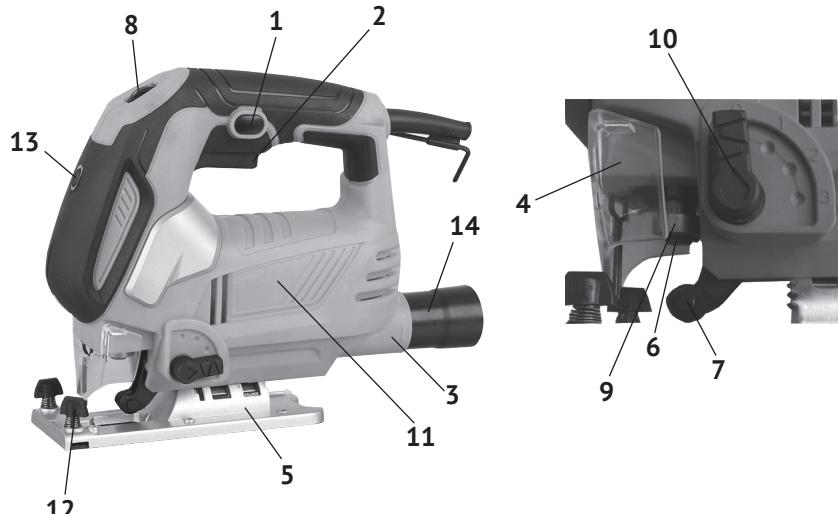

рис.1
1.6 Общий вид лобзика представлен на рис.1
1.7 Коллекторный двигатель и приводной механизм лобзика расположены в пластиковом корпусе (рис.1 поз.11). Корпус, состоящий из двух половин (правой и левой), выполнен заодно с рукояткой, расположенной сверху. Крутящий момент с якоря электродвигателя, посредством встроенного эксцентрикового механизма преобразуется в возвратно-поступательное движение верхней направляющей штока. На нижней направляющей штока расположен пилодержатель (рис.1 поз.6), в который крепится пилка. Лобзик имеет Т – образное кре-
Переключатель маятникового хода (рис.1 поз.10) имеет 4-е фиксированных положения: «0» - вертикальное пиление, «1», «2», «3» - всё более увеличивающееся отклонение от вертикали. Маятниковый ход в режимах «1», «2», «3» применяется для улучшения эффективности резания мягких (древесина, пластмасса и т.п.) материалов.
В нижней части опорной плиты (рис.1 поз.5) находятся два винта (головка - внутренний шестигранник). Ослабляя эти винты, устанавливаем боковой наклон корпуса лобзика относительно подошвы (до 45° вправо или влево).
1.8 Клавиша выключателя (рис.1 поз.2) расположена в нижней части рукоятки. Включение лобзика осуществляется нажатием на клавишу выключателя указательным пальцем. Фиксация клавиши в рабочем положении, осуществляется кнопкой (рис.1 поз.1), расположенной слева на рукоятке. При повторном нажатии на клавишу, кнопка фиксации и клавиша (со щелчком) возвращается в исходное положение - выключено.
Диск регулятора скорости (рис.1 поз.8) расположен сверху, в передней части рукоятки. С его помощью устанавливается необходимая скорость хода пильного полотна.
1.9 В комплект поставки входит параллельный упор с метрической разметкой. Упор крепится в пазах регулируемой подошвы двумя винтами (рис.1 поз.12) перед пилкой. Выставив упор (справа или слева от лобзика), на отмеченном по шкале расстоянии, можно проводить рез, параллельно краю заготовки.
- поднять вверх пластиковый защитный кожух (рис.1 поз.4);
- повернув вокруг своей оси втулку (рис.1 поз.9), расфиксировать пилодержатель (рис.1 поз.6);
- вставить снизу пилку (зубцами вперёд) в полкодержатель (рис.1 поз.6) так, чтобы задняя часть полотна попала в паз направляющего ролика (рис.1 поз.7);
- для удаления пыли из зоны резания используйте пылесос, присоединив его к патрубку пылеотвода (рис.1 поз.3);
При выборе скорости движения пильного полотна необходимо оценить материал заготовки. Чем твёрже распиливаемый материал, тем ниже скорость, устанавливаемая регулятором (рис.1 поз.8).